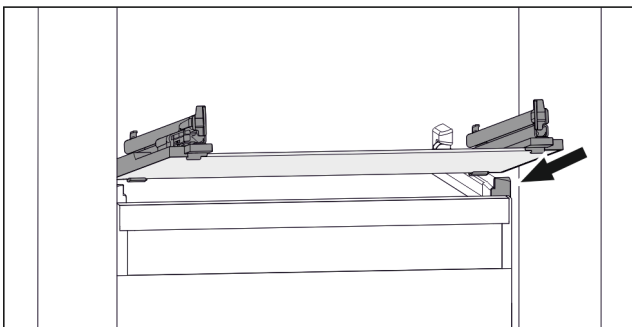

Fig. 40 Примерное отображение стеклоплатины
- Наклоняя вниз, установите стеклоплатину за стопоры. (см. Fig. 40)